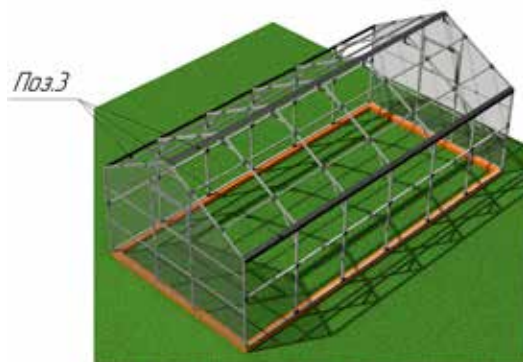

Рисунок 15 – Сборка конструкции.
15. Установить и зафиксировать детали «Конек» **Поз.3** на конструкции при помощи саморезов **Поз.19** (рис. 15).